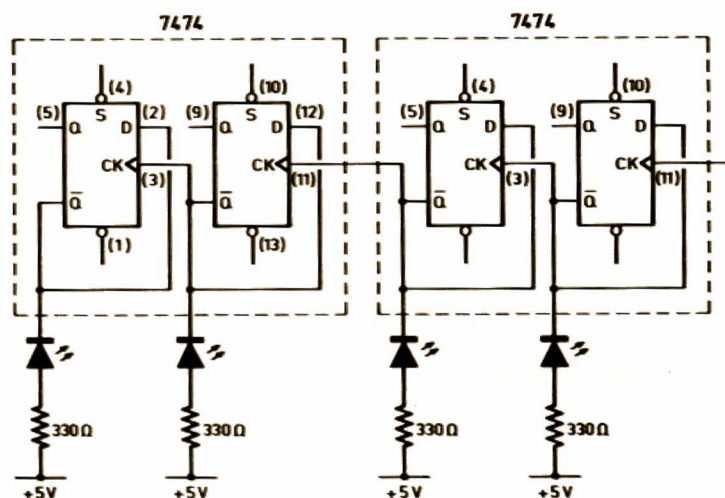

FIGURE 9. – Schéma du compteur binaire composé de deux circuits 7474 et de quatre diodes LED pour la visualisation.
Nous avons représenté sur la figure 9 le schéma pratique du compteur à base 2. On remarque la simplicité du circuit. L'entrée, située à droite, reçoit les impulsions à compter. Celles-ci proviennent du montage astable à deux opérateurs NAND. La liaison est directe entre la sortie d'une de ces portes et l'entrée CK (ou T) de la première bascule. Les bascules étant munies de commandes de remise à zéro (R) et de mise en position travail (S), il est facile, avant tout comptage, de mettre à zéro le compteur. Il suffit pour cela de brancher ensemble les sorties R (broches 1 et 13) et de les connecter temporairement au niveau zéro logique (0 V).